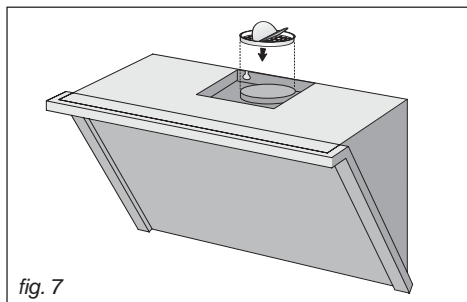

fig. 7
- **Montering af flange:** Montér flangen på apparatets udsugningsmunding ved at udøve et let tryk herpå (Fig. 7).